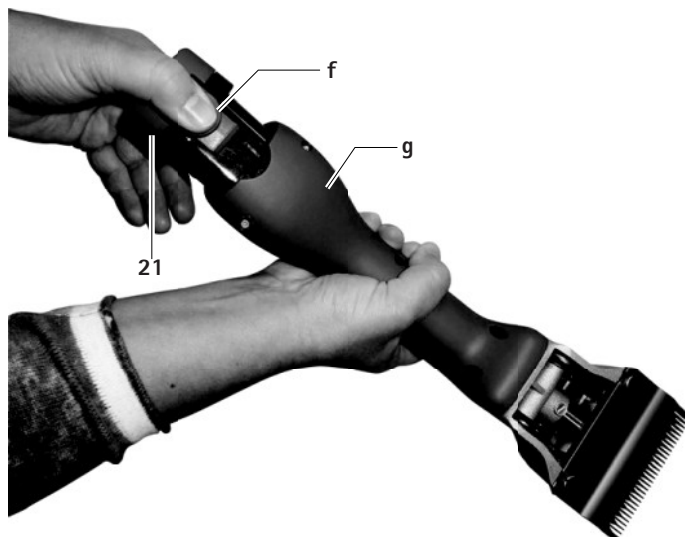

Fig. 1
- Hold den batteridrevne klippemaskine **g** med klippehovedet nedad, så Li-Ion-batteriet **21** ikke falder af, hvis det løsnes, se Fig. 1.